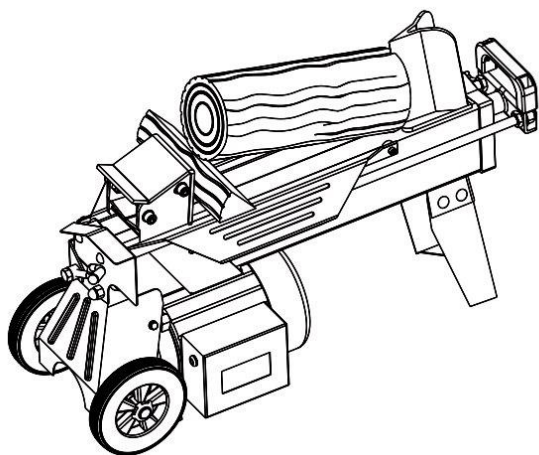

Рис.5
В случае застревания бревна в лезвии колуна древокола отпустите рукоятки управления. Вбейте под застрявшее бревно клин (1) таким образом, чтобы оно поднялось выше толкателя (Рис.5). Включите древокол и освободите застрявшее бревно.